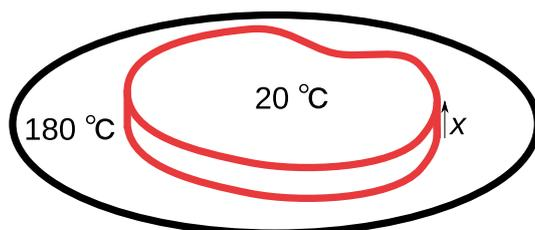

図2 肉の加熱
熱拡散率の意味をより厳密に導き、等温面の伝わる速さを表すことを示す。大きな塊の固体の片面を一定温度で加熱した場合の、固体内の温度の伝わりと熱拡散率との関係を考えてみよう。大きな肉の塊を加熱されたフライパンで焼くことを想像してもよい（図2）脚注4。熱拡散率の異なる個体での経過時間ごとの温度分布を計算し、熱拡散率と等温面の変化の関係を見ていく。
肉を焼く例（図 2）で数値を入れ具体的に温度を計算してみる。肉は初め室温で  $T_0 = 20^\circ\text{C}$ 、フライパンと肉の接触面は  $T_w = 180^\circ\text{C}$  で加熱されるとする。肉をフライパンに置いた時間が  $t = 0$  s、フライパンと肉の接触面が  $x = 0$  m となる。熱拡散率  $a$  [ $\text{m}^2/\text{s}$ ] は通常の肉に近い値  $a = 1.3 \times 10^{-7} \text{ m}^2/\text{s}$  と通常の三倍の赤い肉脚注 6（熱拡散率  $a = 3.9 \times 10^{-7} \text{ m}^2/\text{s}$ ）について計算する。式 (1) に条件を入れ温度分布の式を求める。1 分後 ( $t = 60$  s) の通常の肉の分布は次式となる。